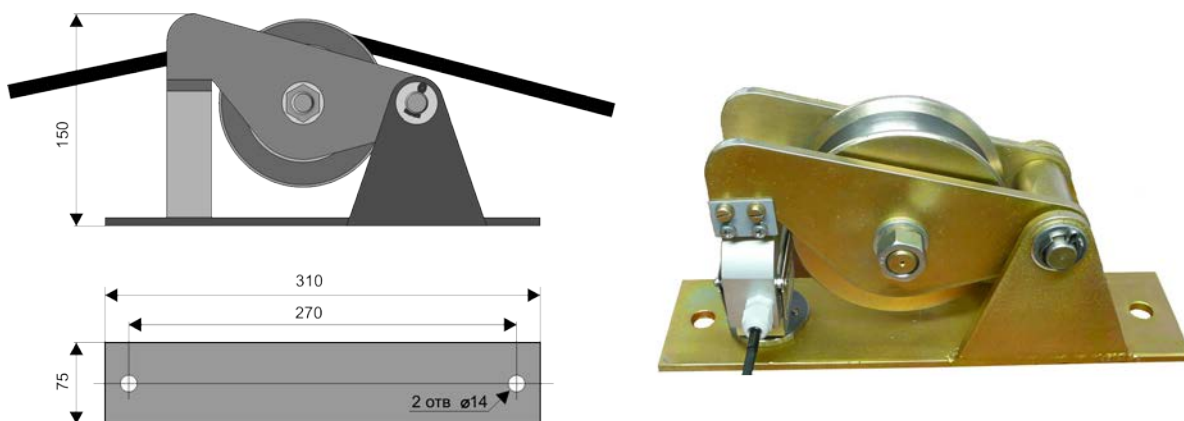

Рис. 5
6.5. Датчик веса, Рис.5, преобразует усилие, создаваемое в грузовом канате массой поднимаемого груза, в электрический сигнал. В данной модификации АС-АОГ-01м+ используется один датчик веса в единственной допустимой конфигурации стрелового оборудования: основной подъем. В качестве чувствительного элемента использован тензопреобразователь С2 фирмы "Тензо-М" класса точности 0,03%.